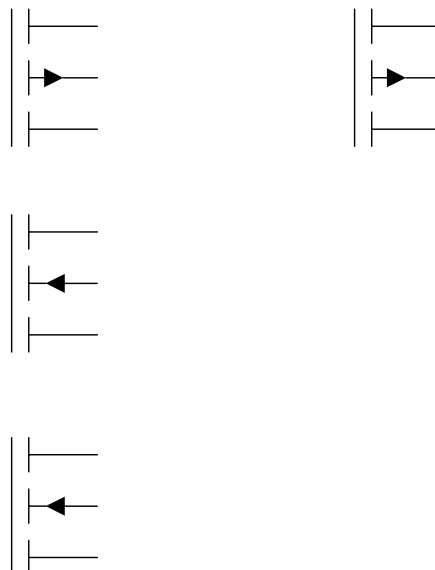

Abbildung 4.2: CMOS-NAND mit einzelnen Transistoren
- b) Vervollständigen Sie den Aufbau eines NAND-Gatters in CMOS-Technologie! Verwenden Sie hierzu die in Abbildung 4.2 bereits vorgegebenen n- und p-Kanal-Transistoren und verbinden Sie diese entsprechend mit den Eingängen  $a$  und  $b$  sowie dem Ausgang  $c$ .